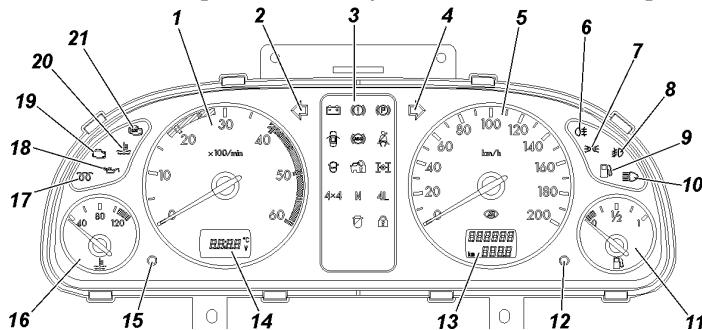

Рис. 3.3. Комбинация приборов (наименование позиций см. в тексте)
**4 -комбинация приборов** (рис. 3.3).
На рис. 3.3 изображена комбинация приборов.